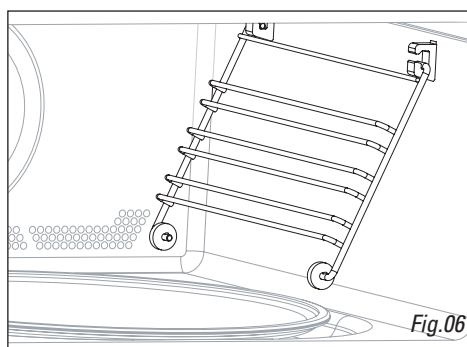
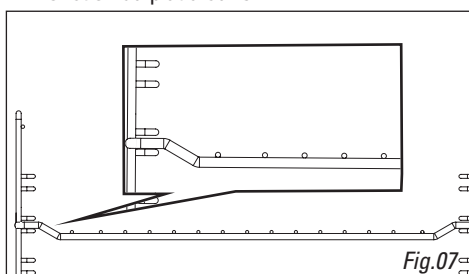

Fig.06
Fig.07
- **Les grilles latérales (Fig.06)** : 2 étagères munies de crochets permettent d'utiliser les accessoires sur 3 niveaux. 3 niveaux d'insertion sont disponibles en fonction du type de cuisson et du type d'aliment (Fig.07/08). En position **gril ou gril + micro-ondes**, la grille se place au 1er niveau pour les aliments à forte densité comme les rôtis, et au 3ème niveau pour les aliments moins denses comme les côtelettes et les saucisses. En position **cuisson par chaleur tournante ou cuisson par chaleur tournante + micro-ondes**, vous pouvez insérer la grille au 1er ou 2ème niveau, en fonction du plat à cuire.